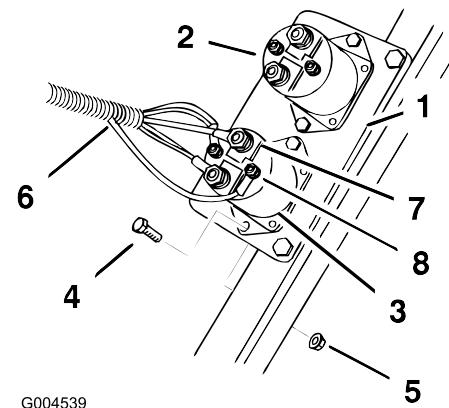

Figure 7
2. Posez le solénoïde sur la plaque existante au moyen de deux boulons (n° 10 x 3/4") et deux écrous (n° 10), comme illustré à la Figure 7.